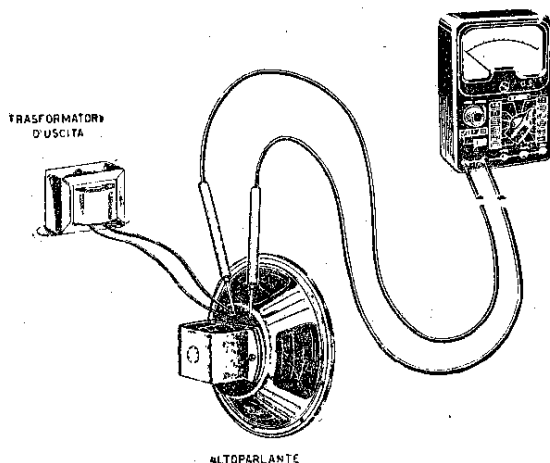

Fig. 39
**58** Tale anomalia si verifica qualora la bobina mobile dell'altoparlante risulti interrotta, o i capi della stessa si siano distaccati dai capi dell'avvolgimento secondario del trasformatore d'uscita. Bisogna allora controllare la continuità della bobina mobile con un ohmmetro (fig. 39). Effettuando l'inserimento dei puntali dello strumento ai capi della bobina — nel caso esistente continuità — si udrà un klik caratteristico dovuto alla corrente della pila che percorre la bobina mobile.